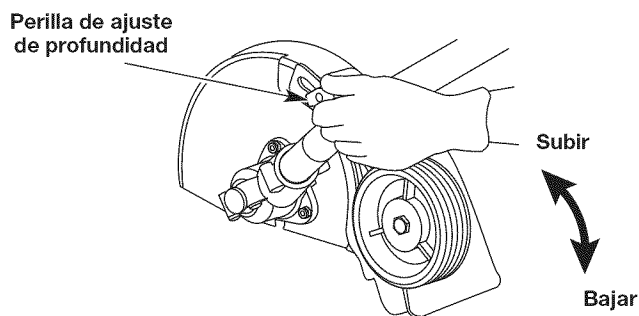

Fig. 5
3. Afloje la perilla de ajuste de profundidad (Fig. 5).